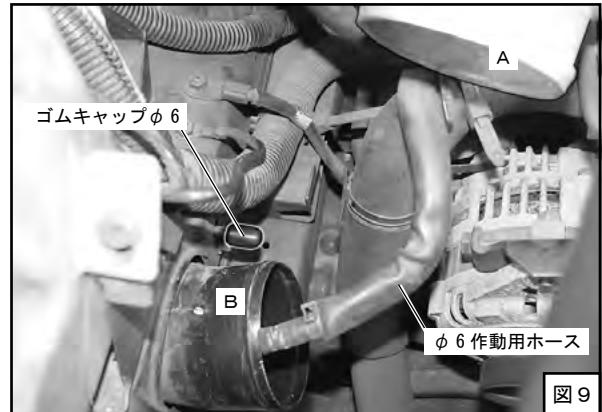
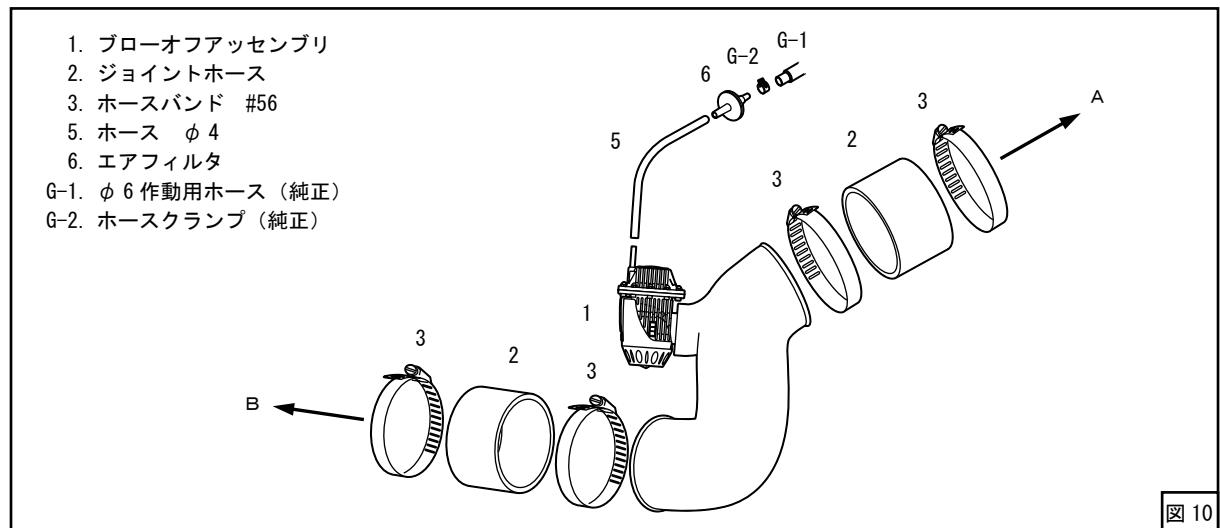

図 9
図 10
(2) ϕ 6 作動用ホースを抜いたニップルにゴムキャップ ϕ 6 を取付けてください。 (図 9)
(3) ϕ 6 作動用ホースにエアフィルタとホース ϕ 4 を取付けてください。 (図 10)
(4) ブローオフアッセンブリを取り付けてください。
(図 9、図 10)
ホース ϕ 4 は適当な長さに (ある程度余裕を持たせて) 切って使用してください。 (図 10)
(図 10、図 11)